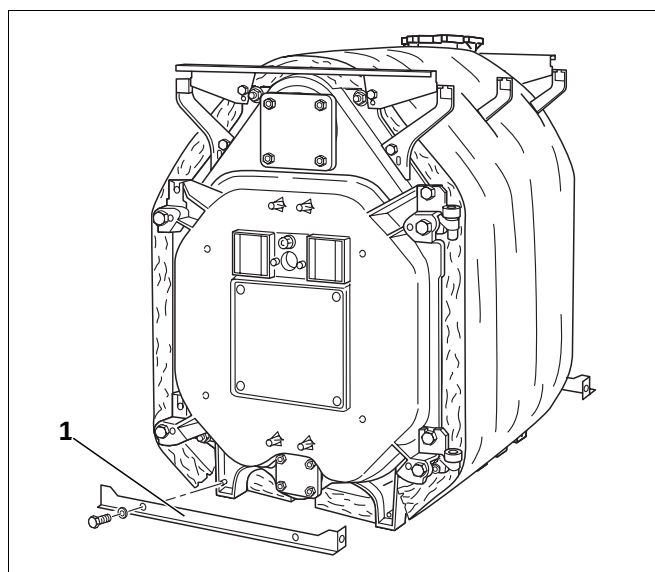

Abb. 45 Untere Quertraversen montieren
- Die Quertraversen unten vorne (Abb. 45, **Pos. 1**) und hinten mit je zwei Sechskantschrauben an den jeweiligen Kesselgliedfüßen anschrauben. Die Abkantungen dieser Traversen müssen nach außen zeigen.